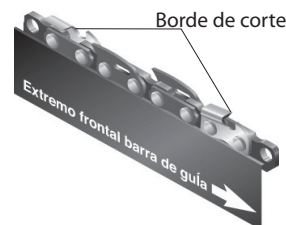

Figura 37 - Instalación correcta de la cadena de la sierra
4. Ponga la nueva cadena alrededor del piñón motriz, a lo largo de la ranura superior de la barra guía, y alrededor del extremo de la barra guía. **Nota:** Asegúrese que los bordes cortantes de la cadena estén mirando en la dirección correcta. Ponga la cadena de manera que los bordes cortantes en el tope de la barra guía miren hacia el extremo de la barra guía (vea la figura 37 y el indicador en la cubierta lateral de la sierra).